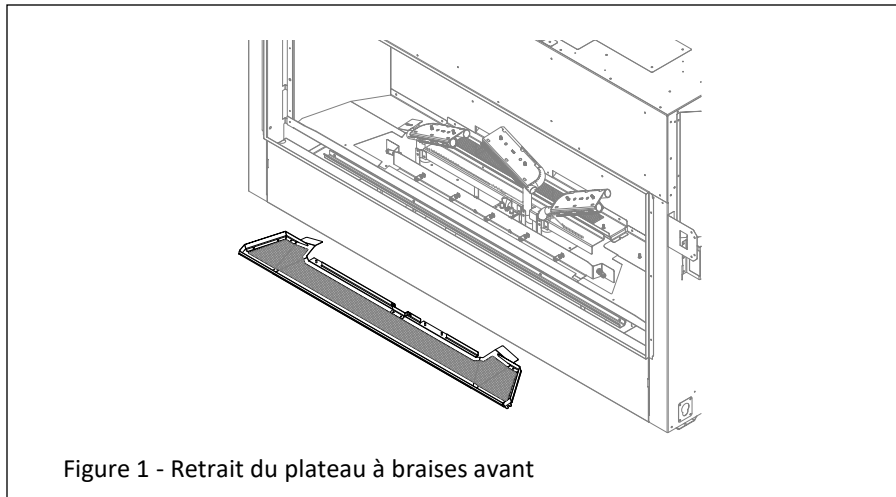
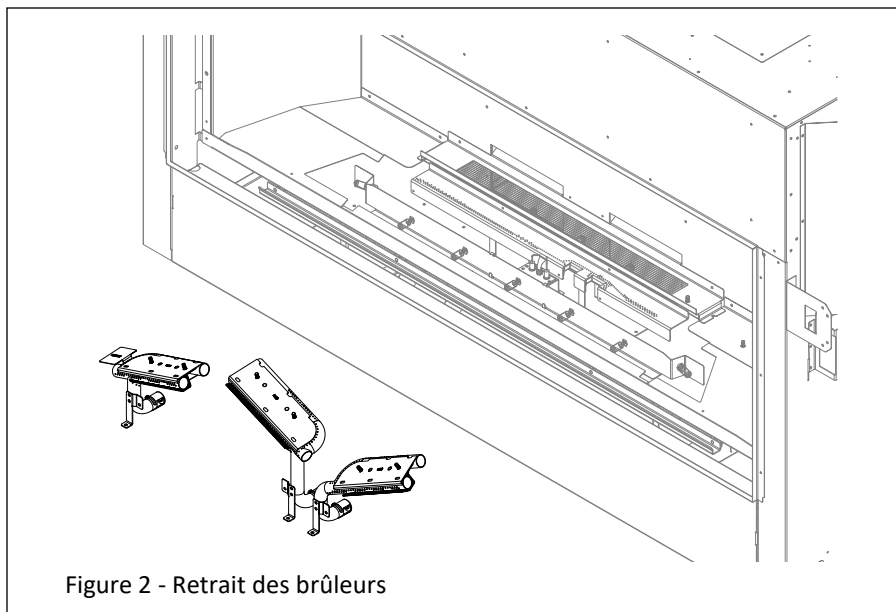

Figure 1 - Retrait du plateau à braises avant
Figure 2 - Retrait des brûleurs
1. Retirez le cadre vitré du foyer. Retirez et conservez les (2) vis du plateau à braises avant. Soulevez le plateau à braises et sortez-le de la chambre de combustion (Voir Figure 1). Retirez les (6) vis à métal qui retiennent les brûleurs gauche, central et droit au brûleur inférieur et au plancher du panneau de contrôle. Retirez les brûleurs gauche, central et droit (Voir Figure 2).